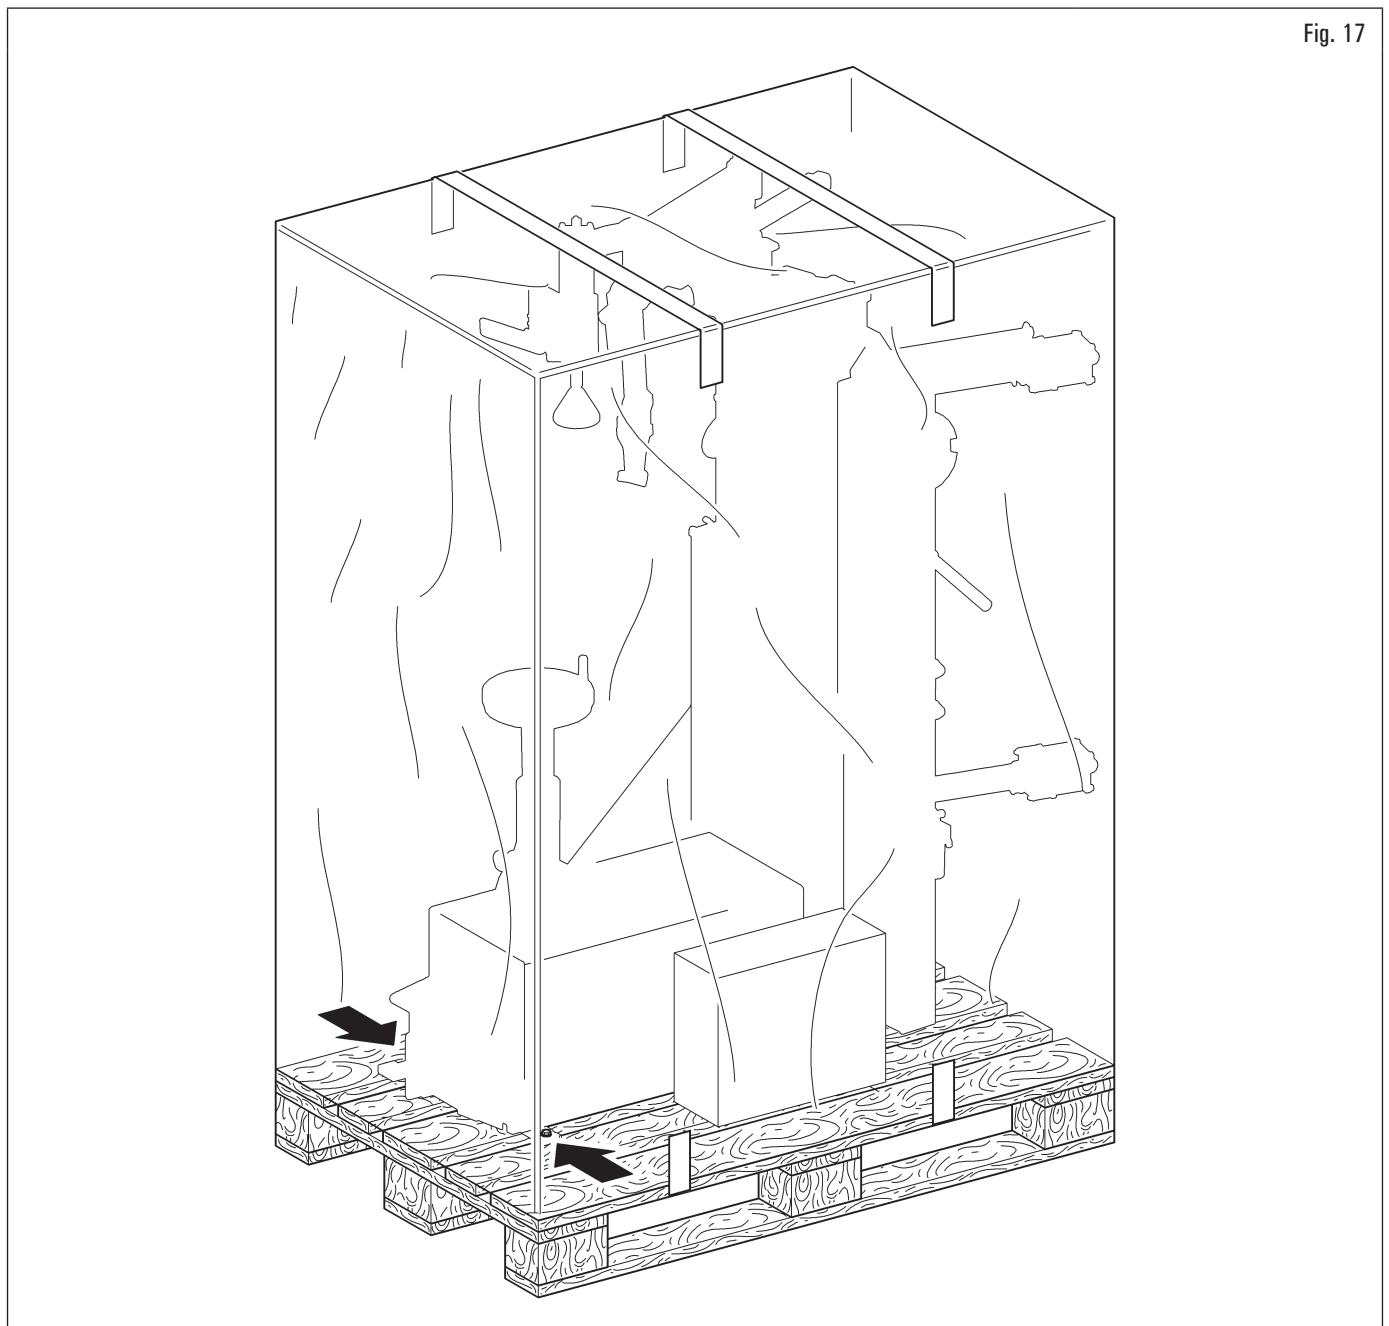

Fig. 17
- L'apparecchiatura viene spedita solitamente parzialmente montata come illustrato in Fig. 17.
- sollevare con cautela, adoperando adeguati mezzi di sostegno del carico, in perfetta efficienza, utilizzando gli appositi segnali posti sull'imballo Fig. 17.